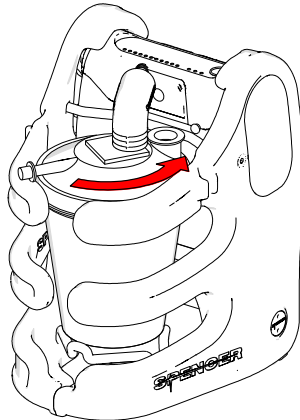

Abb. 7
2. Verbinden Sie die Filtergruppe/Absauggeräthälter, indem der Behälter und die Filtergruppe gedreht werden sollen, um die Einfügung zu vereinfachen (Abb.7 und 8).